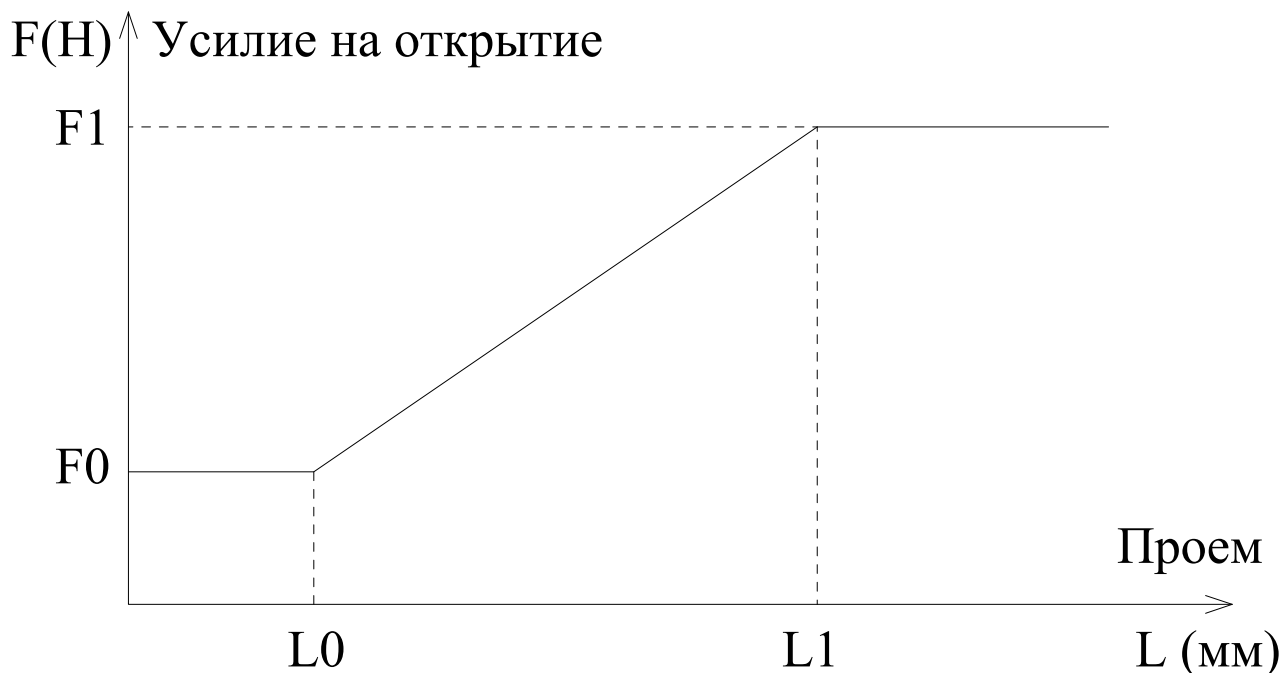

Рис. 7. Зависимость усилия на открытия от величины проема при автоматической установке сил после измерения проема ($F=f(L)$).
3.9.9.1. В параметрах **ТР.40 - ТР.44** – находятся параметры установки сил на открытие в зависимости от величины проема. Характеристика $F=f(L)$ зависимости общего усилия на открытие F_{allo} от величины проема L при автоматической установке сил после измерения проема показана на **рис.7**.